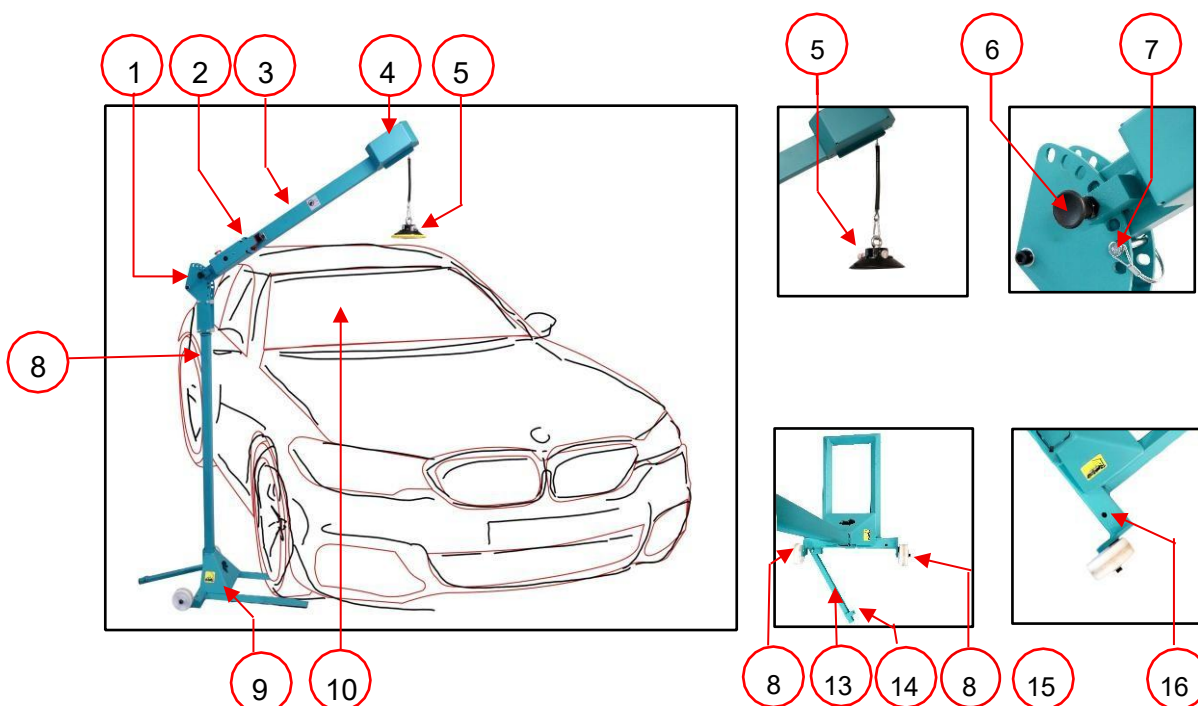

Figure 1 : vue d'ensemble des composants principaux
- Point d'articulation de la flèche (Figure 1:1)
- Installation électrique. (Figure 1:2) (chap. 2.2)
- Flèche (Figure 1:3)
- Treuil électrique (Figure 1:4)
- Préhenseur à ventouse (Figure 1:5)
- Verrouillage de flèche (Figure 1:6)
- Goupille du verrouillage de flèche (Figure 1:7)
- Mât (Figure 1:8)
- Châssis de base (Figure 1:9)
- Vitrage automobile (Figure 1:10)
- Barre de stabilisation (Figure 1:13)
- Ergot de blocage barre de stabilisation (Figure 1:14)
- Position de stabilisation roue avant (Figure 1:15)
- Trou de blocage barre de stabilisation (Figure 1:16)
1.	Utilisation normale : - En utilisation normale, un côté du vitrage automobile (Figure 1:11) est soulevé au moyen du préhenseur à ventouse (Figure 1:5) de l'aide au levage Slimfit. L'autre côté du vitrage est soulevé à la main par l'opérateur au moyen d'un préhenseur à ventouse séparé. - Pendant le levage, l'opérateur peut faire monter et descendre le préhenseur à ventouse de l'aide au levage Slimfit au moyen d'une télécommande (voir chap. 2.2). Le préhenseur à ventouse séparé est suspendu à la grue au moyen d'un anneau de levage. Le câble de levage muni de l'anneau doit toujours être sous tension, faute de quoi la surveillance du câble ne peut pas fonctionner correctement. - La structure porteuse de l'aide au levage Slimfit se compose des éléments suivants : - Préhenseur à ventouse (Figure 1:5) : le préhenseur à ventouse comporte 1 ventouse qui se pose sur le vitrage automobile et qui peut y être fixée au moyen d'une pompe à vide. Vérifiez toujours que le vide de la ventouse est suffisant en vous assurant que le trait rouge de la pompe à vide n'est pas visible. Attention : assurez-vous que la surface est propre et plane et le vide bien établi. Une mauvaise mise en place peut détacher le vitrage et le faire tomber. - Câble de levage : le câble de levage relie le préhenseur à ventouse au treuil électrique. Attention : contrôlez le câble de levage pendant l'utilisation. Si le câble est endommagé et présente des pliures, il doit être remplacé. Un câble endommagé peut entraîner une rupture du câble, ce qui peut faire tomber le vitrage - Treuil électrique (Figure 1:4) : lors de la commande du treuil électrique avec la télécommande (voir chap. 2.2), le câble de levage s'enroule et se déroule, ce qui permet de faire monter et descendre le préhenseur à ventouse. Le treuil électrique est monté en tête de flèche. - Flèche (Figure 1:3) : selon la position du vitrage automobile à (dé)monter, la flèche peut être placée dans différentes positions au moyen du verrouillage de flèche (Figure 1:6). Pour déplacer la flèche, il faut d'abord retirer la goupille du verrouillage de flèche. On peut ensuite tirer le bouton du verrouillage de flèche et placer la flèche dans la position souhaitée. Les composants d'alimentation électrique et de commande (Figure 1:2) (chap. 2.2) sont fixés sur la flèche. La flèche est fixée au mât par le point d'articulation de flèche (Figure 1:1) Attention : Ne réglez la flèche que lorsqu'aucune charge n'est suspendue au câble de levage. Soutenez la flèche d'une main avant de tirer le verrouillage de flèche, afin d'éviter que la flèche ne retombe. Placez toujours la goupille de blocage sous la flèche avant de mettre l'aide au levage Slimfit en service. Ceci afin d'éviter que la flèche ne descende de façon inattendue à la suite d'une erreur. - Mât (Figure 1:8) : les éléments suivants se trouvent sur le mât : - Accouplement de transport (Figure 1:9) : pour le transport, le mât peut être retiré du châssis de base au niveau de l'accouplement de transport. le mât peut être fixé dans le châssis de base au moyen du boulon de blocage à poignée étoile. - Châssis de base (Figure 1:10) : le châssis de base assure la stabilité de l'aide au levage Slimfit pendant l'exécution des travaux : les éléments suivants se trouvent sur le châssis de base : - Roues de transport (2x) (Figure 1:12) : lorsque l'aide au levage Slimfit se trouve en position de transport, elle peut être déplacée sur les roues de transport. - Barre de stabilisation (Figure 1:13) : en faisant pivoter la barre de stabilisation vers l'extérieur, le châssis de base gagne en stabilité pendant la mise en place de l'aide au levage Slimfit. Pour le transport, la barre de stabilisation peut être pivotée sous le châssis de base. L'ergot de blocage de la barre de stabilisation (Figure 1:14) tombe alors dans le trou de blocage de la barre de stabilisation (Figure 1:16).
Pour sortir la barre de stabilisation de la position de transport, il faut tirer légèrement la barre hors du châssis de base afin de dégager l'ergot de blocage. ○ Position de stabilisation de la roue avant (Figure 1:15) : lors du (dé)montage d'un vitrage automobile, la roue avant du véhicule doit être placée sur la position de stabilisation. Ceci afin d'éviter que l'aide au levage Slimfit ne bascule et ne provoque des blessures ou n'endommage le véhicule. Attention : Placez toujours la barre de stabilisation dans la bonne position lorsque l'aide au levage Slimfit est relevée depuis la position de transport. L'aide au levage Slimfit ne peut être utilisée pour des travaux de levage que si la roue avant du véhicule se trouve sur la position de stabilisation.